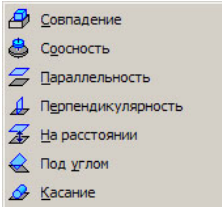

Рисунок 9.7 -
- "Сопряжения компонентов" викликає спливаюче меню (рис. 9.7), що включає кілька пунктів: